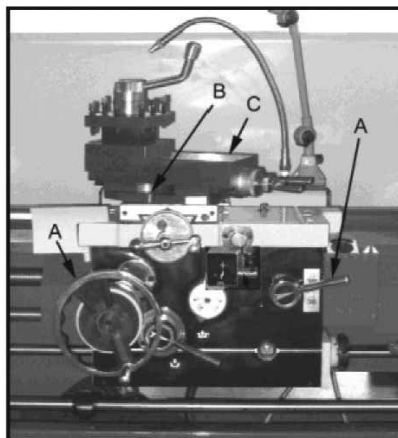

Fig. 18
4. Ställ reglaget (D, fig. 18) i rätt läge (neutralläget).
5. Kugga in halvmutterreglaget (A, fig. 18).
**Support.** Supporten (C, fig. 18) är monterad på tvärlidens topp och kan vridas 360°. Under skyddet sitter en kalibreringsskala (B, fig. 18) för att ställa in supporten i önskad vinkel.